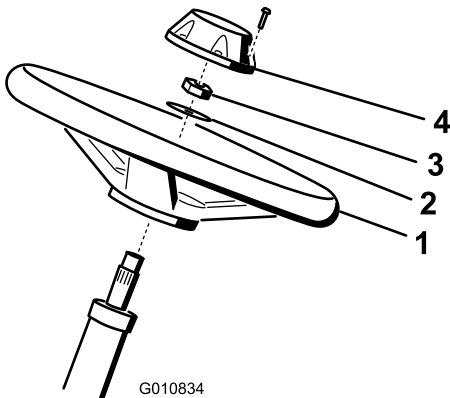

图5
1. 将方向盘滑入转向轴图5。
2. 将垫圈滑入转向轴图5。
4. 将中心盖安装到方向盘上并用 6 个螺栓固定图5。